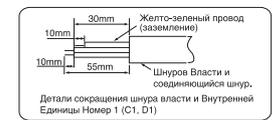

Рис. 3-2
- (1) Обрезать соединительный кабель и сетевой кабель, удалить изоляцию проводов, как показано на рис. 3-2.